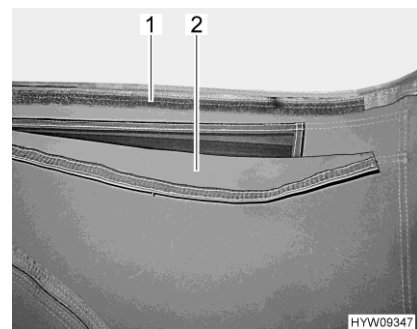

Bild 38 Lüftung (geöffnet)
- Stoffflasche (Bild 38,2) nach oben ziehen und am Klettband (Bild 38,1) andrücken.